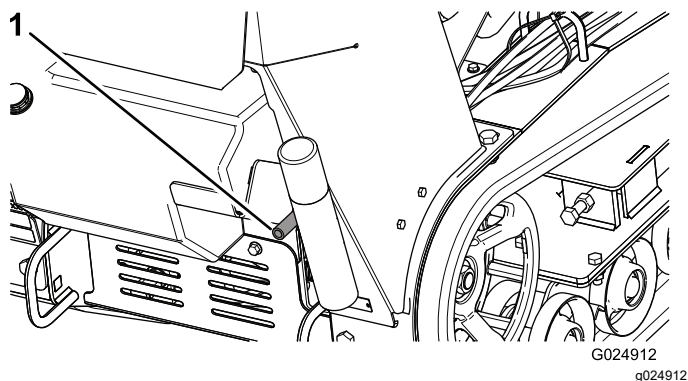

Figura 33
5. Collocate una bacinella sotto il tubo di spurgo. Girate la valvola di spurgo dell'olio per lasciar defluire l'olio (Figura 32 e Figura 33).